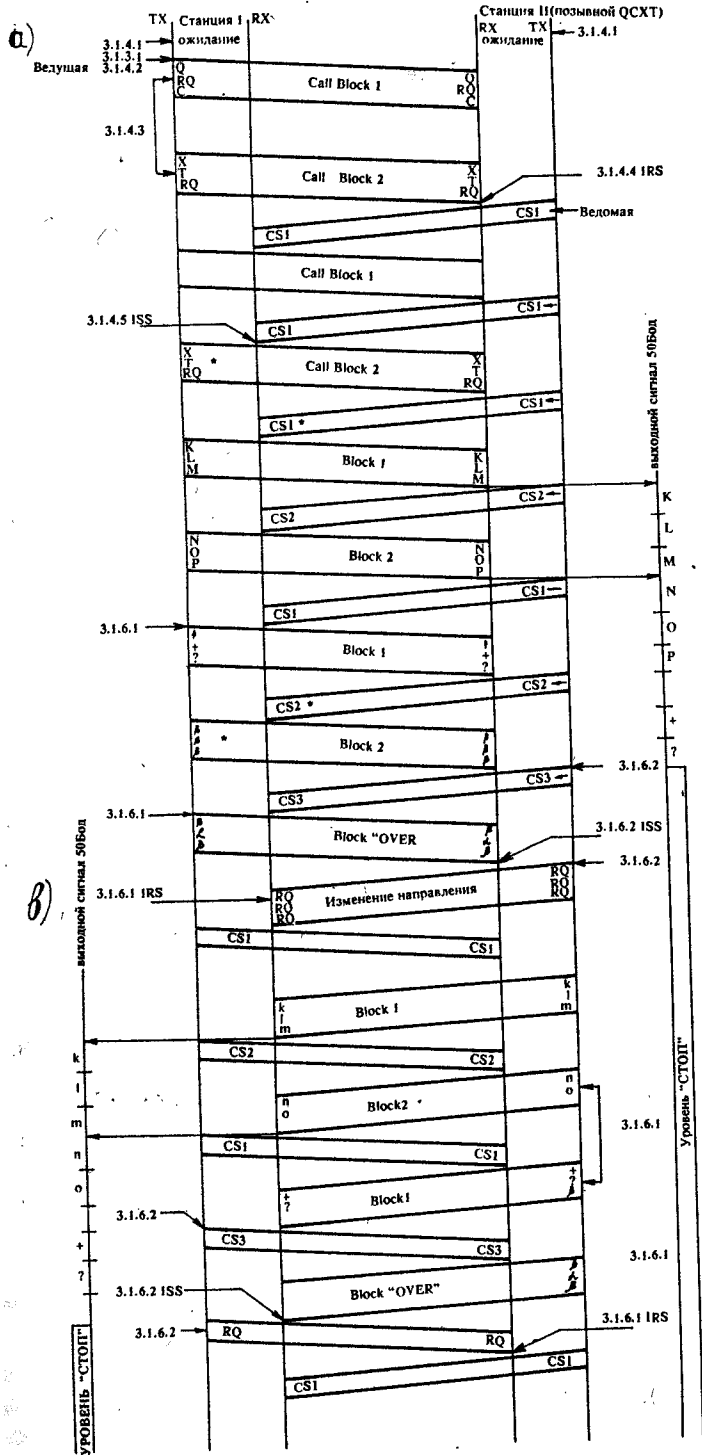

Рис. 1
3.1 Режим А (ARQ) (см. рис.1 и 2)
3.1.1.2. Тактовый генератор ведущей станции синхронизирует весь процесс контакта (см. временную диаграмму контакта, рис.1). Этот генератор, как и генератор ведомой станции, должен иметь стабильность не хуже 0,003%.
3.1.1.6 Момент начала передачи ведомой станции связан с началом приема ведомой станции, то есть временной интервал между окончанием принимаемого сигнала и началом передаваемого сигнала (T_c , рис.1) остается неизменным.